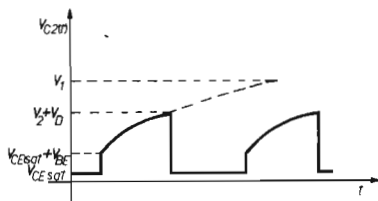

figura 13
Va rilevato che l'uscita di questo circuito è un'onda esponenziale come indicato in figura 13, ben diversa cioè dall'onda quadra, e che è molto sensibile al carico, il cui effetto è evidentemente quello di modificare il valore effettivo di R_C che entra nella espressione della frequenza (16), a differenza del multivibratore classico.